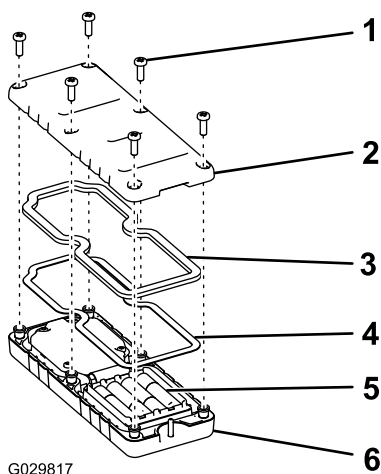

Рисунок 27
1. Отверните 6 винтов в задней части пульта дистанционного управления и снимите крышку (Рисунок 27).
5. Установите крышку, закрепите ее с помощью 6 ранее снятых винтов (Рисунок 27) и затяните их с моментом 1,5-1,7 Н·м.